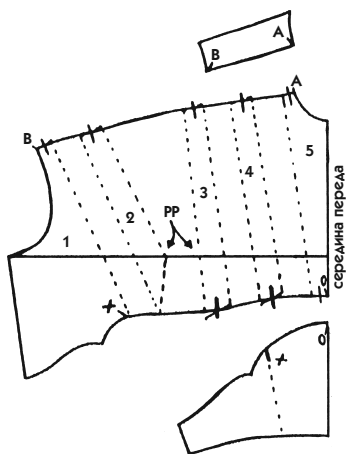

Рис. 553
6. Расправьте оставшуюся часть лекала на плоскости и на другом листе подготовьте окончательное лекало (рис. 553), после того как рассчитаете ширину, которую надо придать каждой полоске.
7. Между засечками (от В до А и от Х до О) проведите линии сборок через середины концов полосок (рис. 553).